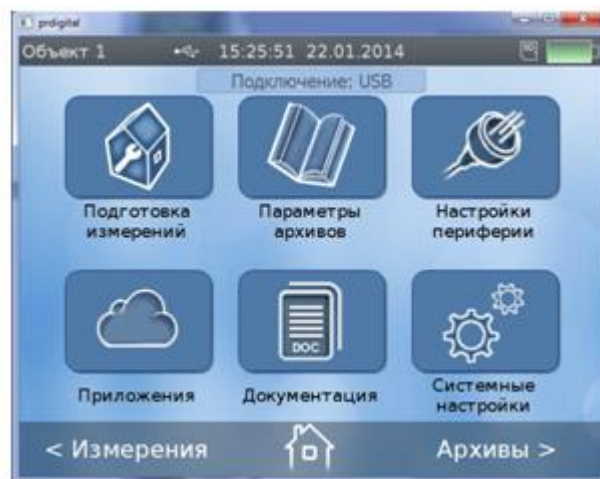

Рис.8. Основное окно программы «prdigital».
3.4.3. Подключите USB-выход расходомера к USB порту компьютера кабелем из комплекта поставки. На рабочем столе компьютере щелкните два раза левой кнопкой мышки по ярлыку «ПР Цифровой». На экране монитора появится основное окно программы (см. рис.8). Факт подключения к ПК по интерфейсу подтверждается надписью «Подключение: USB» над иконками основного меню программы.